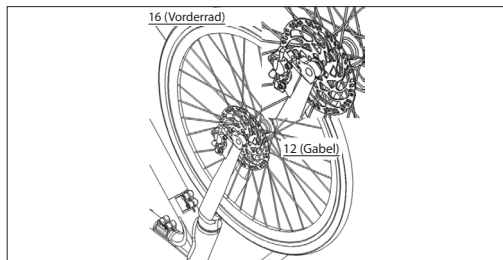

Abbildung 4-3
- Setzen Sie das Vorderrad in die Vorderradgabel ein und achten Sie darauf, die Scheibe vorsichtig zwischen die Bremsättel zu schieben, wie in **Abbildung 4-3** gezeigt.